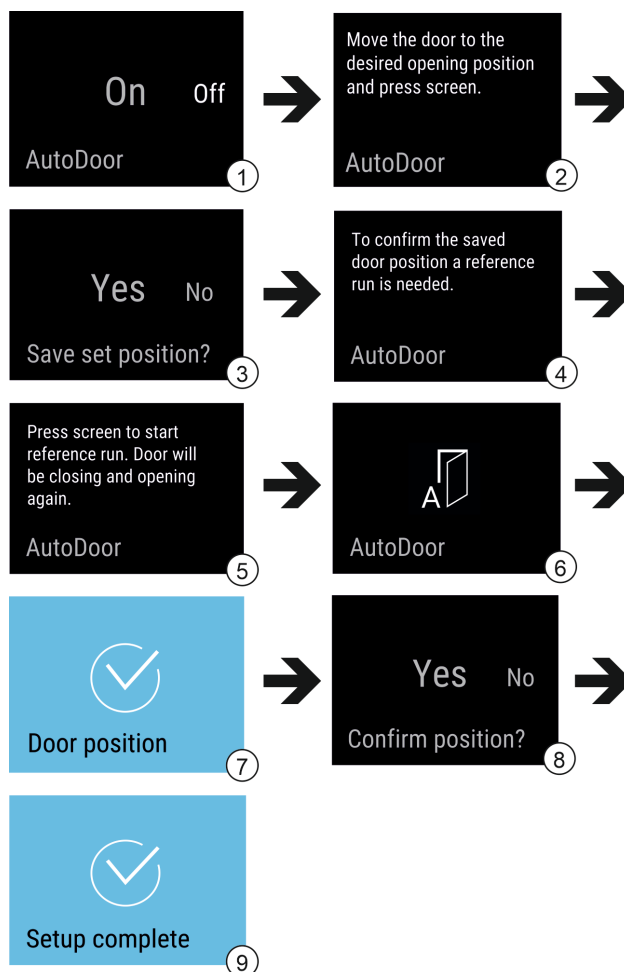

Fig. 14 Exemples de représentation des écrans en anglais
- Activer AutoDoor : Balayer l'affichage à l'écran sur On. Fig. 14 (1)
- Appuyer sur l'affichage pendant 3 secondes. Fig. 14 (1)
- Configurer l'angle d'ouverture de porte : ouvrir la porte au moins à 70°. Fig. 14 (2)
- Confirmer l'angle d'ouverture de porte : appuyer sur le message affiché à l'écran. Fig. 14 (3)
- ▶ Lancer la course de référence : appuyer sur l'écran. Fig. 14 (5)
- ▷ L'écran clignote. Fig. 14 (6)
- ▷ La course de référence a été exécutée avec succès : l'affichage s'allume en bleu pendant 2 secondes. Fig. 14 (7)
- ▶ Confirmer l'angle d'ouverture de porte. Fig. 14 (8)
- ▷ L'affichage s'allume en bleu. Fig. 14 (9)